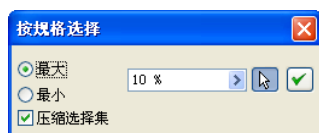

图 1-44 “按规格选择”对话框
(2) 选择【选择零部件规格】选项后，打开如图 1-44 所示的“按规格选择”对话框，对话框中有一个文本框可填入具体的数值也可以填入比例数值，然后不小于或不大于这个数值的零件就会自动被选择并亮显，同时其大小将显示出来，并由选定零部件的边框的对角点来确定。如果需要，请单击箭头选择一个零部件以测量其大小。选中相应的选项，以选择大于或小于零部件大小的零部件；